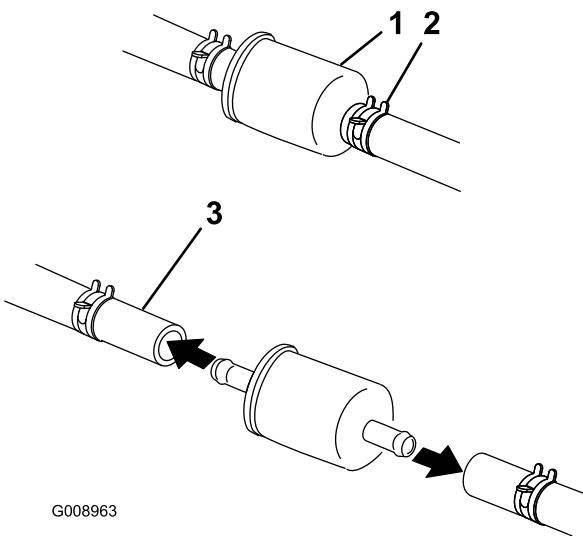

図 51
- 燃料タンクにごみが入るのを防止するために、キャップ図51の周囲をきれいに拭く。
- 古いフィルタのクランプをゆるめて脇に寄せる(図 51)。